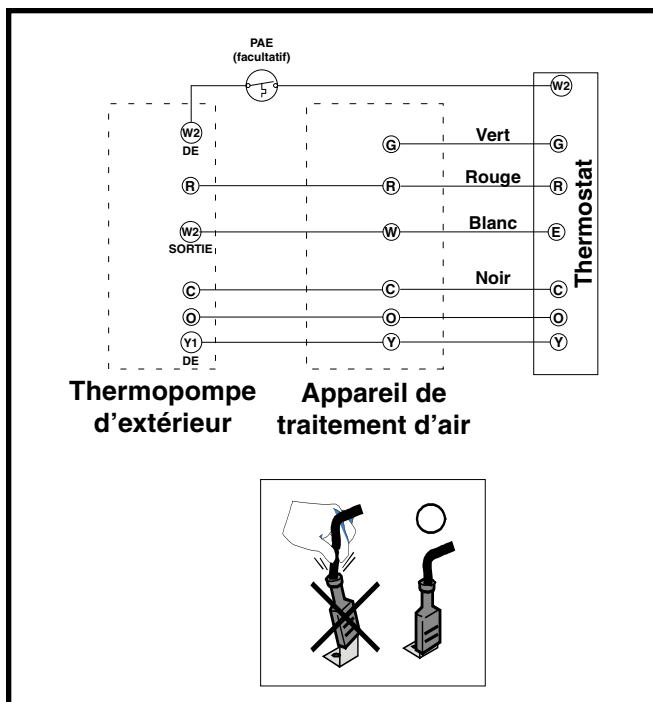

Figure 4. Raccordements de thermostat typiques
- Les branchements du thermostat doivent être effectués conformément aux directives qui accompagnent le thermostat et l'appareil intérieur. Une installation résidentielle typique avec thermostat de thermopompe et appareil de traitement d'air est montrée à la Figure 4 \(page 6\).